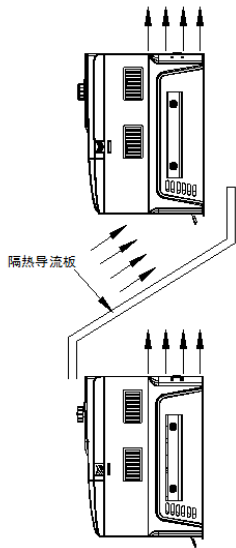

图3-2. G630/G630S变频器安装示意图
- 1) 请垂直安装变频器，便于热量向上散发。但不能倒置。若柜内有较多变频器时，最好是并排安装。在需要上下安装の場合，请参考图3-2的示意，安装隔热导流板。
备注：数字输入端子 X 跳线开关出厂默认（OP 端子连接 24V 端子）NPN 模式（即 X 短接 COM 有效），AI2, AO1, AO2 跳线开关出厂默认电压模式。G630/G630S 系列 37~110kW 制动单元部分属选配功能，如有需求，订货时请说明，选配了制动单元功能的接线图参考图 3-2。